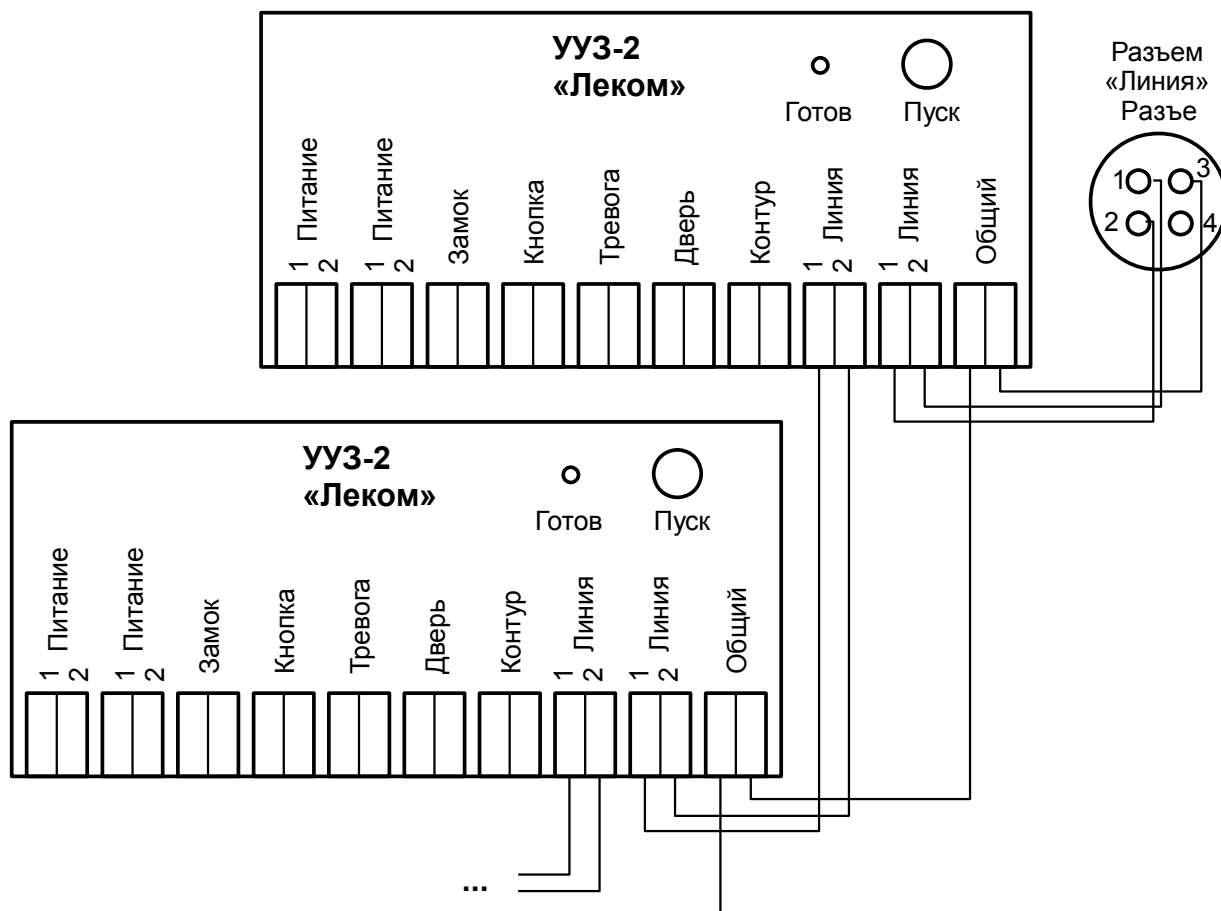

Рисунок 1: Схема подключения УУЗ
5.1.2. Установить ПИ в непосредственной близости от персонального компьютера дежурного офицера (ПДО). Подключить ПИ прилагаемым кабелем через разъем RS-232 к СОМ-порту компьютера. Расключить все интерфейсные кабели, приходящие от различных групп дверей, по схеме (рис. 1) на прилагаемые в комплекте разъемы Canon. Подключить лучи интерфейса к ПИ. Включить вилку питания в сеть 220 В. Включение питания переключателем «Вкл.» произвести только после окончания сбора всей системы согласно разделу 5 настоящего Руководства.
Рисунок 1 иллюстрирует подключение УУЗ.